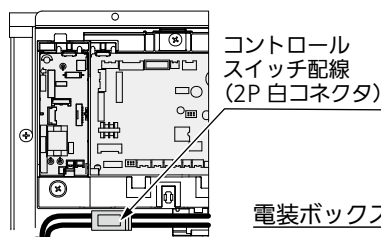

図 15
- ① 電装ボックス内のコントロールスイッチ配線ははずしてください。（図 15）